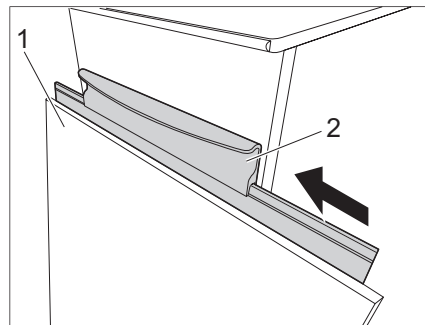

Figure 31 Accrocher le plateau de table
- Accrocher le plateau de table (Figure 31, 1) dans le rail de fixation (Figure 31, 2).